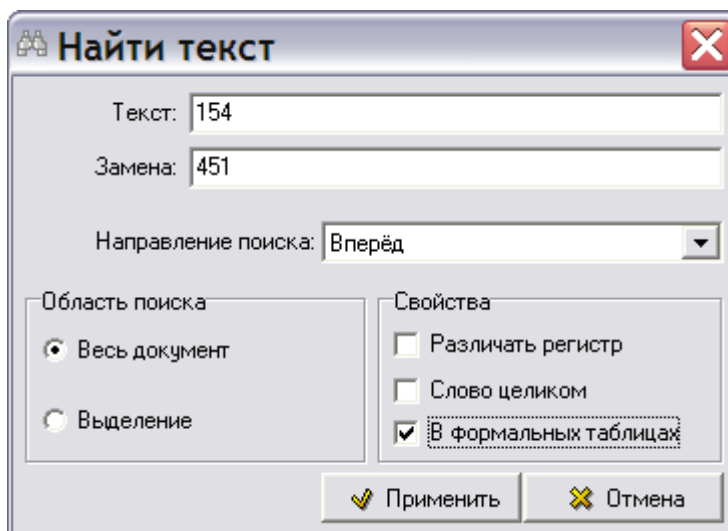

Рис. 5.82
2. В выпадающем меню выберите команду **Заменить**. При этом появится диалоговое окно **Найти текст** (Рис. 5.82).